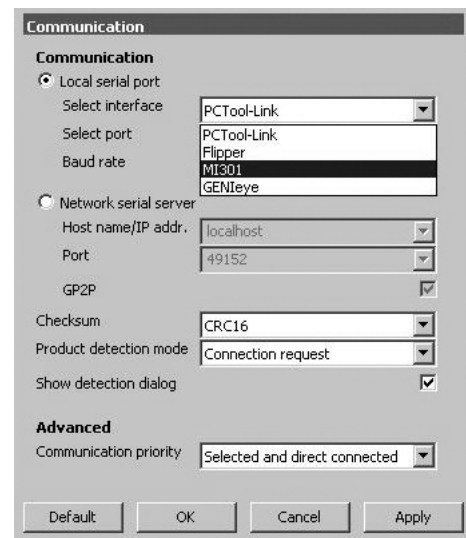

Рис. 13 Выбор коммуникационного порта
5. Откройте раскрывающийся список "Select interface" (выбрать интерфейс) и выберите "MI 301". См. рис. 13.
6. Откройте раскрывающийся список "Select port" (выбрать порт) и выберите порт "PC Tool link". См. рис. 13. Нажмите [Apply] (Применить).